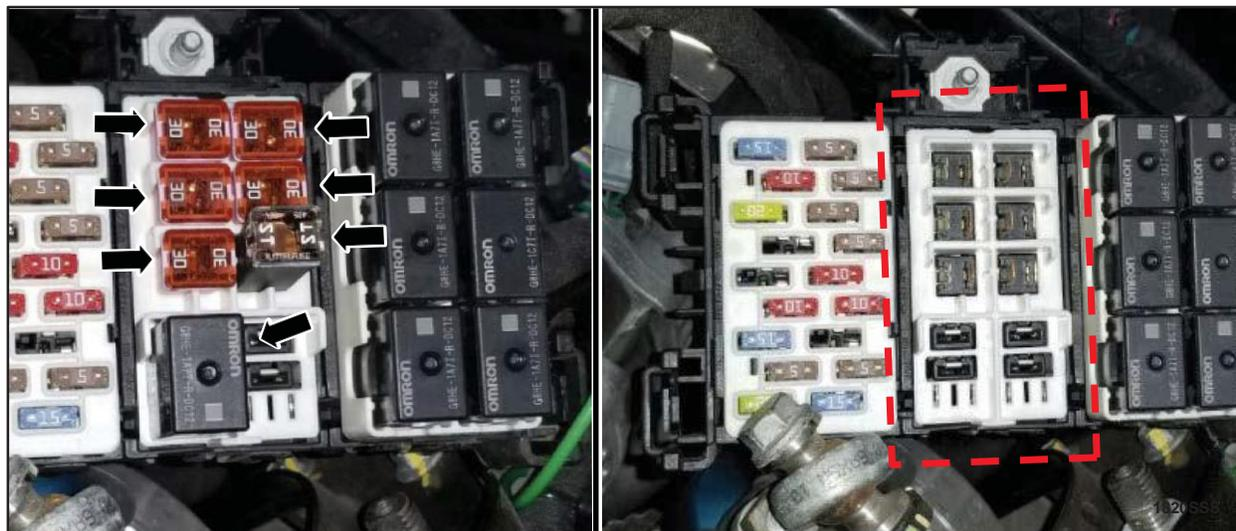

FIGURE 25
28. Déposer les fusibles et relais restants de la section centrale du boîtier de raccordement auxiliaire (AJB). (Figure 25)